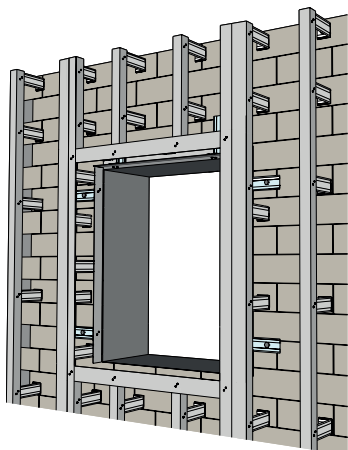
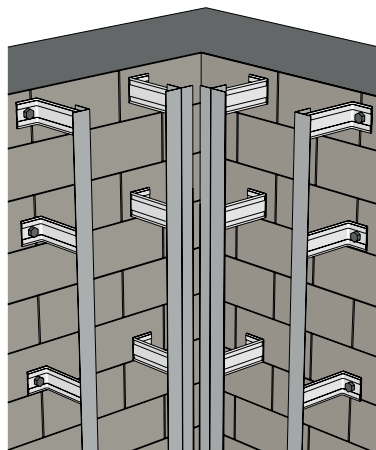
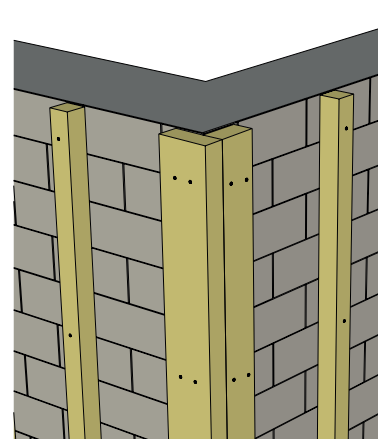

Рисунок 19
Рисунок 20
Рисунок 21
- 9.8** Для металлической и деревянной обрешетки, вокруг оконных, дверных и прочих проемов (Рис. 19), во внутренних углах (Рис. 20) обрешетка устанавливается сплошной и широкой (100-150 мм). На наружных углах (Рис. 21) сплошной и широкой устанавливается только на деревянной обрешетке.
- 9.9** Для металлической и деревянной обрешетки, вокруг оконных, дверных и прочих проемов (Рис. 19), во внутренних углах (Рис. 20) обрешетка устанавливается сплошной и широкой (100-150 мм). На наружных углах (Рис. 21) сплошной и широкой устанавливается только на деревянной обрешетке.